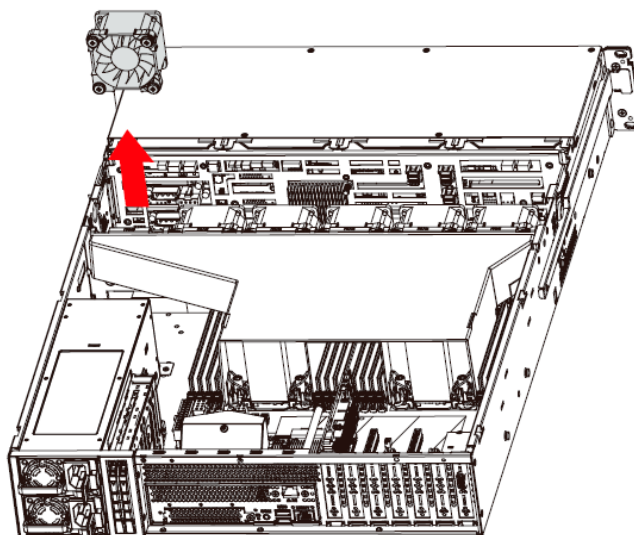

Рисунок 20 – Снятие вентилятора
- Вытащите вентилятор из корпуса сервера (см. Рисунок 20).